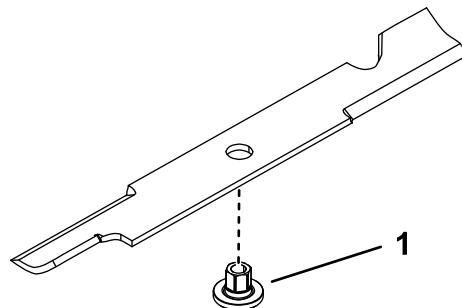

Figure 100
1. Insérez la douille dans la lame en plaçant l'embase sur le côté inférieur (côté herbe) de la lame (Figure 100).